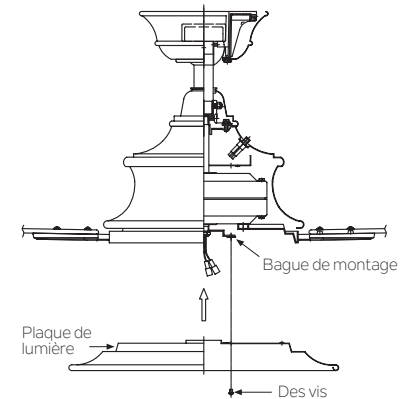

Fig. 17
Étape 1. Desserrez les deux vis sur la bague de montage fixée à l'arbre du moteur et "retirez" et conservez la troisième vis. (Fig. 17)